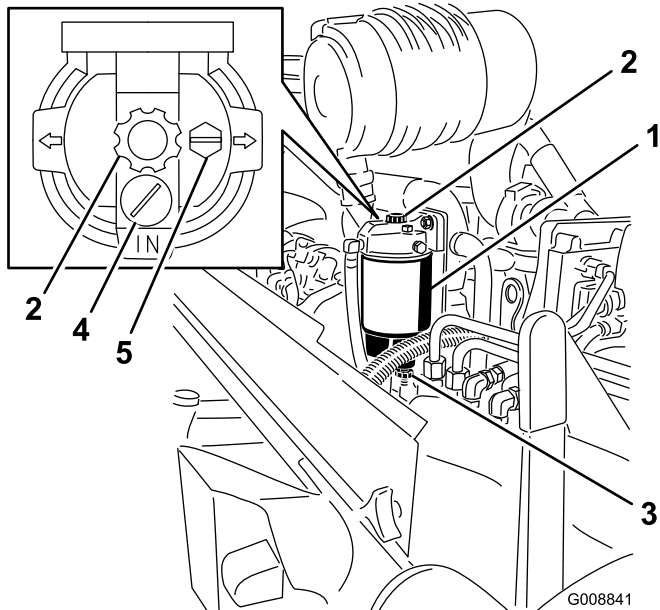

Figura 64
1. Coloque un recipiente limpio debajo del separador de agua (Figura 64).
2. Abra el tapón de vaciado y accione la bomba para expulsar los contaminantes (Figura 64).
2. Drene parte del combustible aflojando el tapón de ventilación y abriendo el tapón de vaciado (Figura 64).